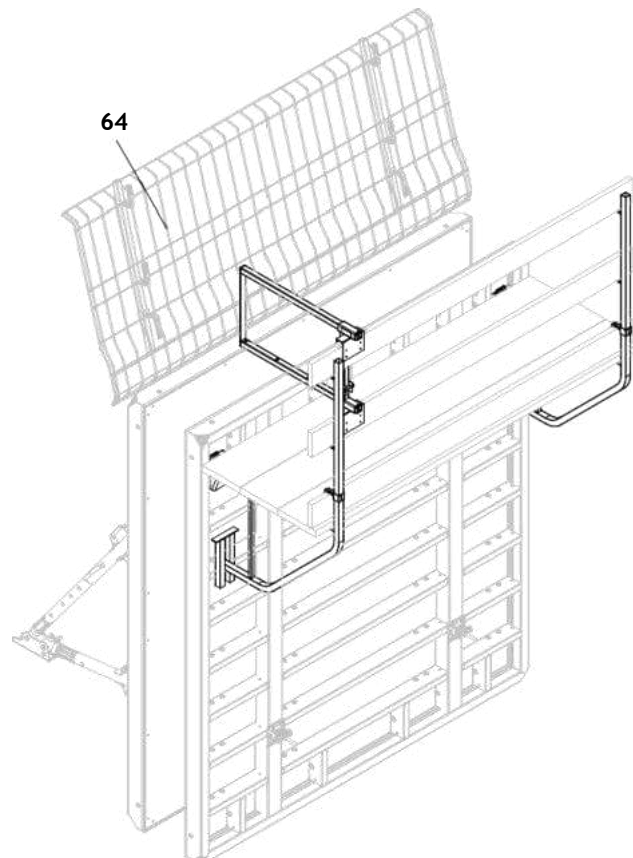

Fig. A13.08
4. Монтирайте страничната защита, в т.ч. и челния парапет FTF (64). (Fig. A13.08)